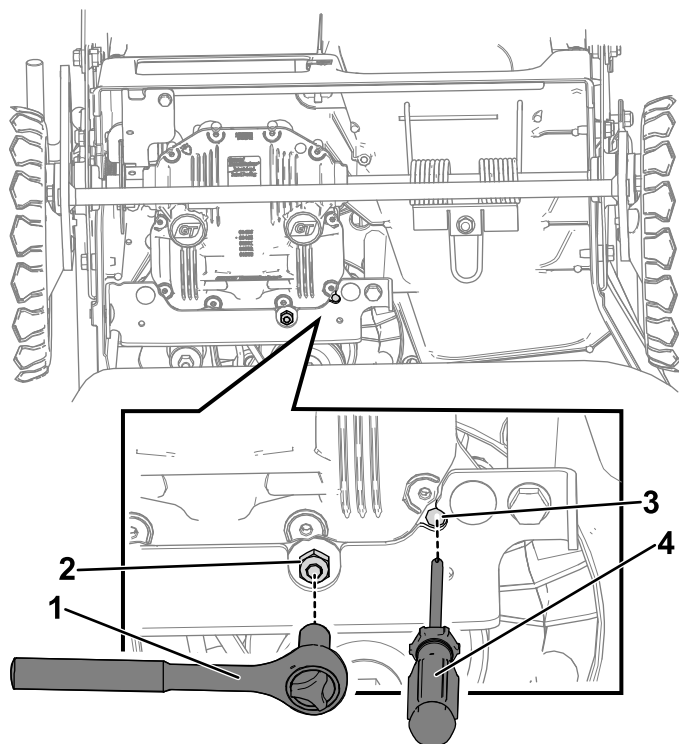

**Figure 47**
9. Déposez la tôle de protection en retirant les 2 boulons qui la maintiennent en place (Figure 47).